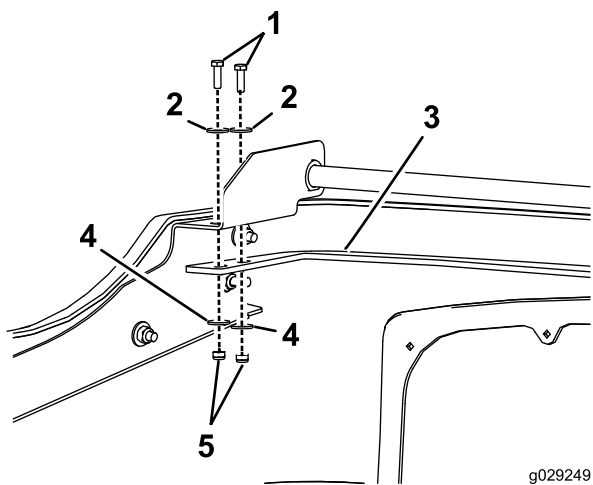

Figur 6
9. Du monterer klemmeplatene ved å løsne festemutrene med store hoder og skyve to gummiskiver under det bakre festepunktet (Figur 4) og tre gummiskiver under det fremre festepunktet (Figur 5). Før deretter låseboltene gjennom fra utsiden av motordekselet (Figur 6) og fest med mutrene og skivene som følger med. Trekk til de to mutrene på hver klemmeplate til motsideflatene mellom skivene og hengselbraketten er i flukt med hverandre. Når de er i flukt med hverandre, trekker du til mutteren med én siste omdreining på 360 grader.